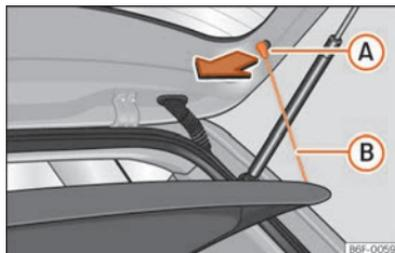

Fig. 143 En el maletero: desmontar y montar la bandeja.
- Desenganche los tirantes de sujeción >>> fig. 143 (B) de los alojamientos (A).
- Enganche los tirantes de sujeción >>> fig. 143 (B) en el portón trasero.